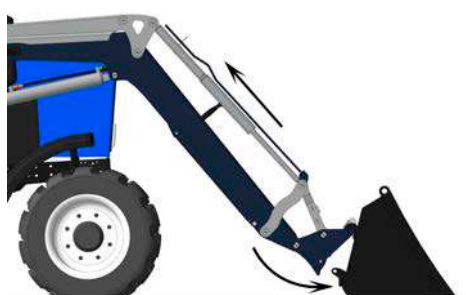

Рис. 2.14
- подцепите верхней осью подвески рабочий орган (рис. 2.14);
- гидроцилиндрами разворота рабочих органов запрокиньте полностью рабочий орган на себя (рис. 2.14). На погрузчиках 400, 622, Basic, Standard, Robust нужно выйти из трактора и вручную защелкнуть подвеску, на погрузчике (VIP, Premium) специальный кронштейн сойдет рычаг подвески,
- Снимите инструмент, выполнив в обратном порядке операции (рис. 2.14, 2.13).